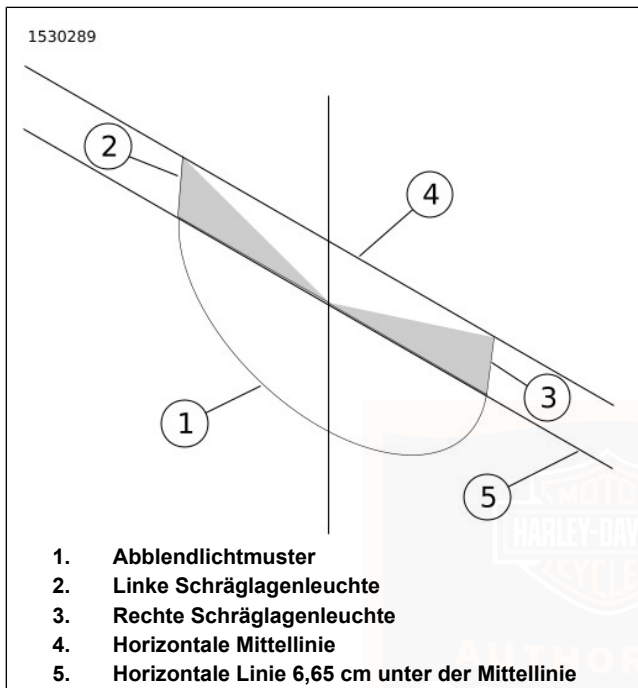

Abbildung 82. Schräglagenbeleuchtungsmuster
Siehe Abbildung 82. Wenn die Schräglagenleuchten nicht wie dargestellt ausgerichtet sind, ist eine Anpassung erforderlich.
2. Siehe Abbildung 82. Vertikale Einstellung.